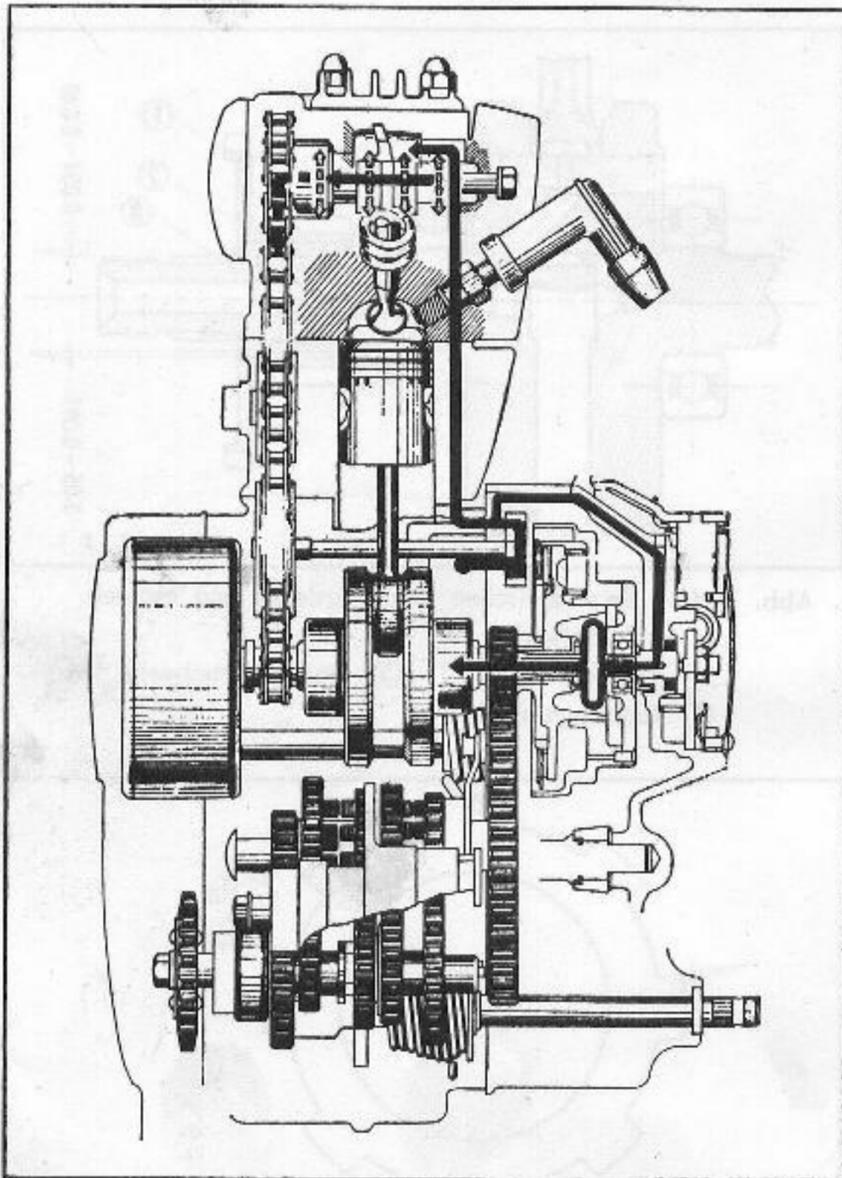

Abb. 3.63
- (1) Rechtes Kurbelgehäuse → Ölführung im rechten Kurbelgehäusedeckel → Zentrifugalfilter zur Schmierung der Kurbelwelle und der anliegenden Teile.
- (2) Rechtes Kurbelgehäuse (oberer Teil der Ölpumpe) → durch den Zylinderstehbolzen (rechte untere Seite) → in den Kipphebelseitendeckel → durch 4 Ölbohrungen in der Nockenwelle gespritzt zur Schmierung der Zylinderkopfteile → durch die Ölführung am unteren Auslaßventil zurück zur Kurbelwelle. Das durch die Nockenwelle geleitete Öl schmiert die Nockenwellenkette und fließt zurück zur Kurbelwelle. Kolben und Zylinder werden vom Spritzöl im Kurbelgehäuse geschmiert. (Abb. 3.63)